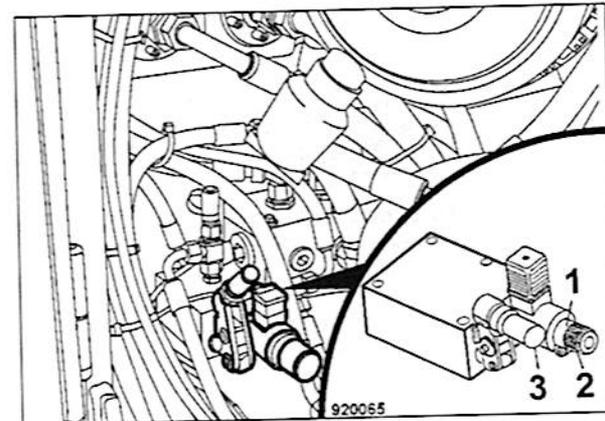

Fig. 101
- Soltar la abrazadera 1 (Fig. 101).
- Hundir el botón de mando de emergencia (2) y girarlo hacia la derecha hasta el tope.